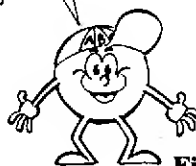

Fig. 8
- **FIG. 8** - Diagrama de blocos do circuito. Retomando um pouco ao "esquema" (fig. 1) e simplificando a "visão" através da fig. 8, o Leitor/"Aluno" notará que o coração do circuito não é mais do que um arranjo super-amplificador (de elevadíssimo ganho), tipo **Darlington** (já estudado). Notem que o alto-falante usado como microfone encontra-se em série com o próprio resistor (100K) de polarização da base do primeiro transistor do arranjo... Com isso, as pequeníssimas tensões elétricas geradas pelo alto-falante (devido aos efeitos eletro-magnéticos vistos na 3ª "Aula") somam-se à polarização "normal" fornecida pelo tal resistor, variando (em níveis muito pequenos, porém efetivos...) a corrente de base... Após a enorme amplificação, essa corrente variável (na verdade o SOM "transformado" em sinais elétricos...) se manifestará sobre o re-